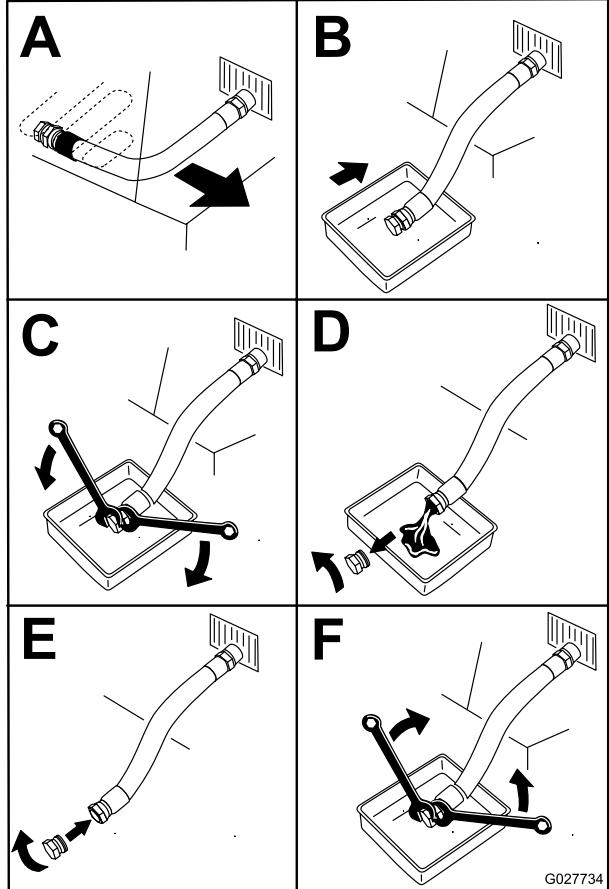

Figura 29
4. Cambie el aceite como se muestra en Figura 29.